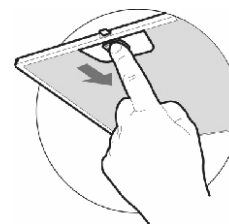

рис. 4
8.3 Для очистки алюминиевого фильтра извлеките его из кухонной вытяжки (рис. 4) и произведите очистку с помощью щетки горячим водным раствором нейтрального моющего средства вручную или в посудомоечной машине (при 60°C).
- перед установкой вытяжки снимите алюминиевый фильтр (рис. 4);